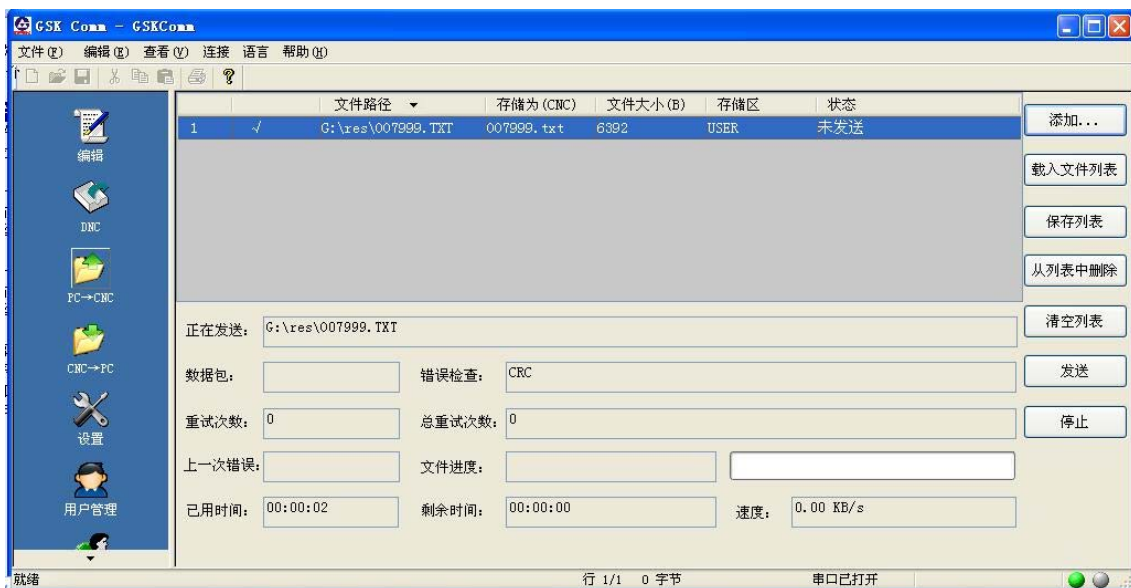

图 11-2-2-7
6、发送文件完成后，对话框状态栏显示“已发送”。如图 11-2-2-8。